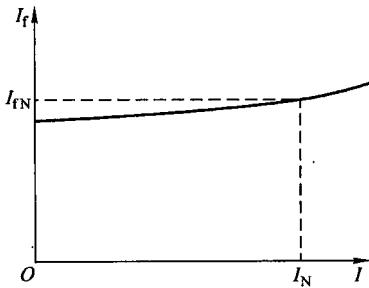

图 1-3 直流发电机调节特性
3) 调节特性：当 $n = C_1$, $U = C_2$ ，为维持输出端电压不变，励磁电流随负载电流变化的函数关系，即 $I_f = f(I)$ ，其形状如图 1-3 所示。